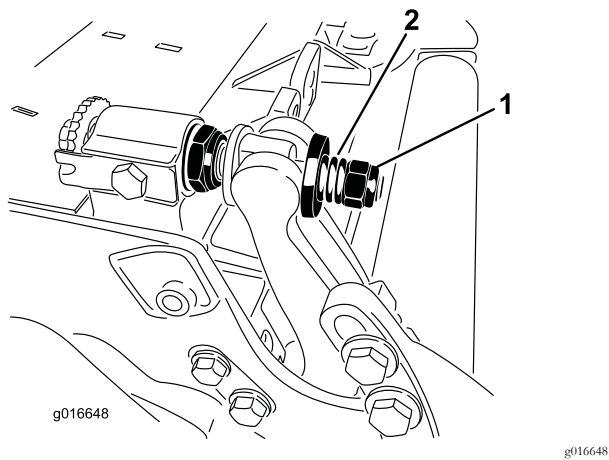

Bild 32
5. Ziehen Sie die Federspannungsmutter an, bis die Feder zusammengedrückt ist, drehen Sie sie dann um eine halbe Umdrehung heraus (Bild 32).
(Bild 32).